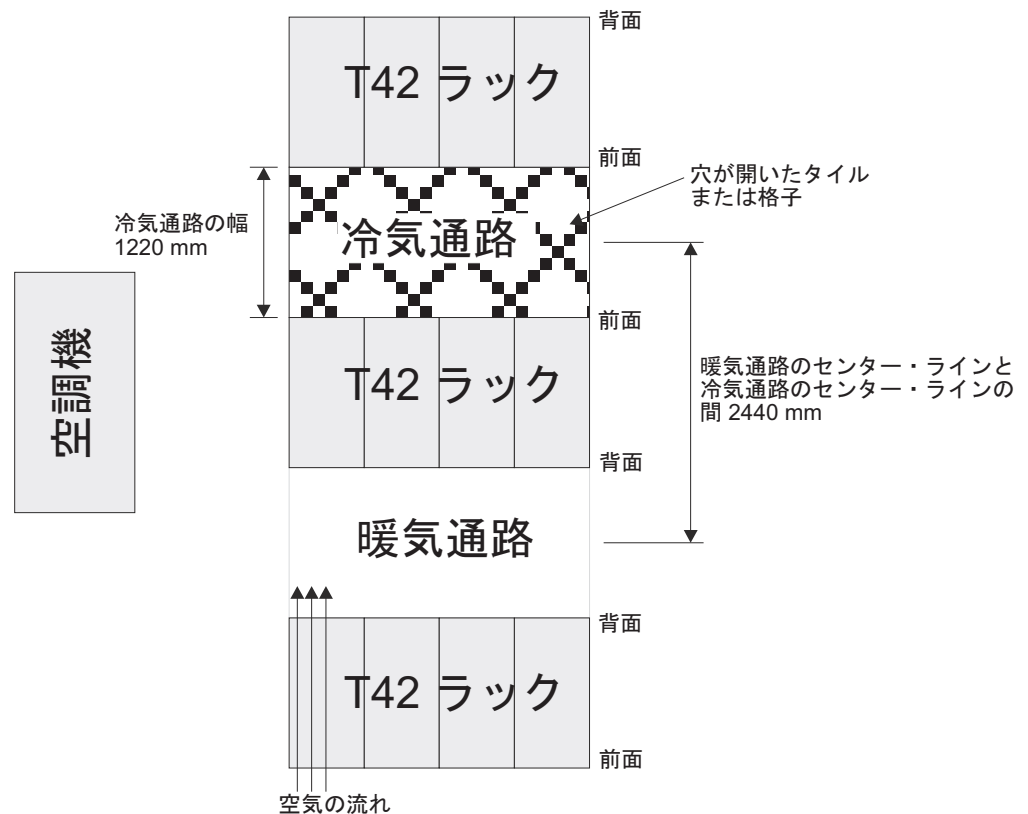

図8. 冷氣通路/暖気通路ラック構成の例
- 空気がラックの前面から入り、背面から出るようにします。ラックから出る空気が、別の装置のインテーク（空気取り入れ口）に入らないようにするために、ラックを、背面と背面および前面と前面を合わせるようにして交互の列に配置する必要があります。この配置方法は**冷氣通路**と**暖気通路**と呼ばれ、図8にその図を示しました。